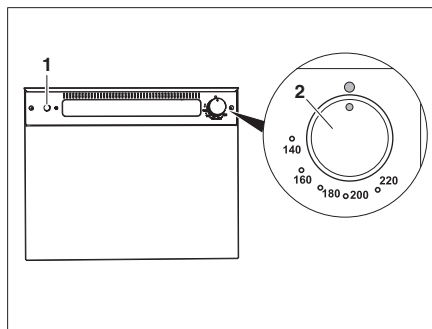

Fig. 345 Forno a gas (Thetford)
- Premere leggermente il pomello girevole (Fig. 345,2) e ruotarlo in senso antiorario portandolo in una posizione a piacere.
- Premere l'interruttore di accensione (Fig. 345,1) finché la fiamma non si accende.
- Ruotare il pomello girevole (Fig. 345,2) portandolo in posizione "O". La fiamma si spegne.